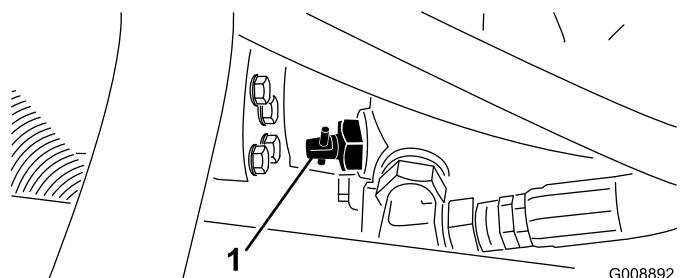

図 27
1. 油圧ポンプについているバイパスバルブ 図 27 を 90° 回転させる。